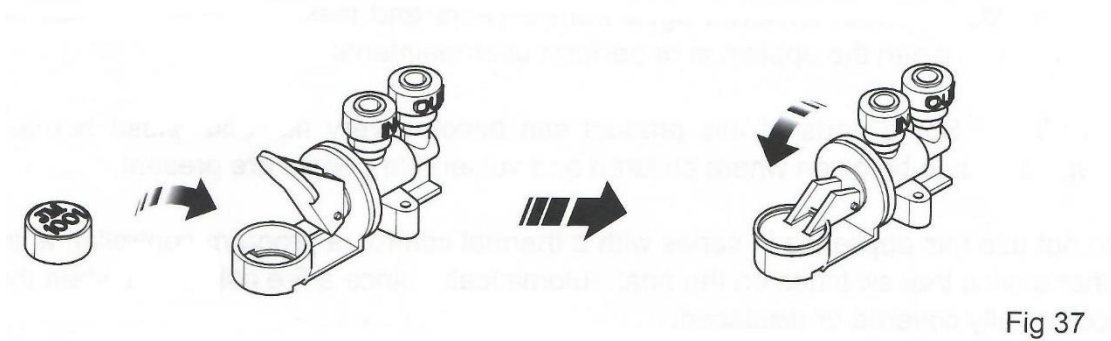

Fig 37
4. Sluit de arm van de klep bovenop de nieuw gemonteerde tablet (fig. 37).